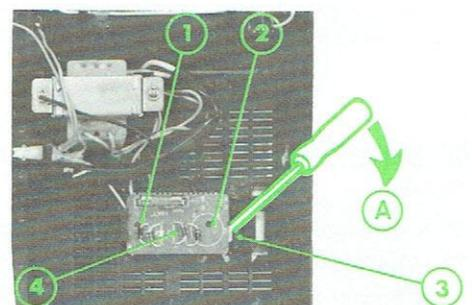

Fig. 2
B. ACCÈS AU COTÉ CUIVRE DE LA PLATINE ALIMENTATION (Fig. 2)
- 2° - Introduisez un tournevis entre le verrou plastique (3) et la platine ALIMENTATION (4).
- 3° - Agissez dans le sens de la flèche (A) pour soulever la platine ALIMENTATION et la dégager des deux tétons (1) et (2).